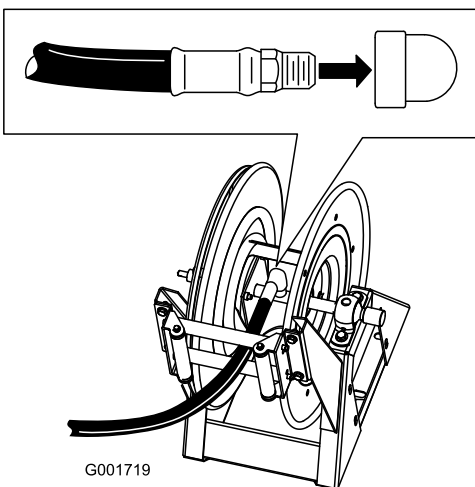

Figura 19
1. Aplique fita de Teflon em torno das estrias do encaixe na tubagem longa, e instale o encaixe no tubo de ligação da bobina (Figura 19).